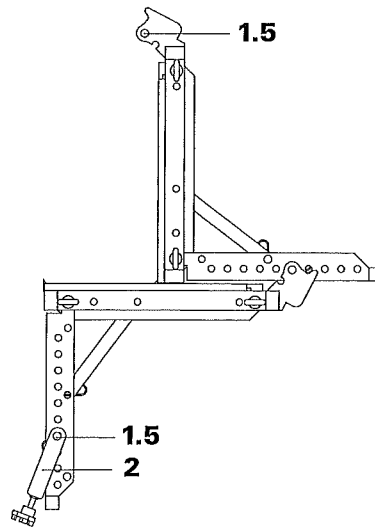

Fig. 21
2. Inserire i perni a disposizione **1.5** nei dispositivi di serraggio **2**. La posizione dei dispositivi di serraggio dipende dalla dimensione del pilastro - 5 cm (es. pilastro lato = 35 cm, dispositivo di serraggio = 30 cm). (Fig. 21)